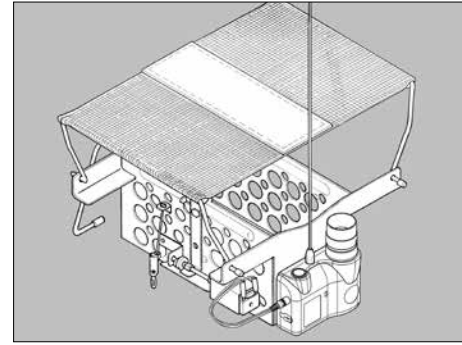

Bild 6. Werfer offen
- 4) Je nachdem, an welche Buchse der Empfänger angeschlossen ist, drücken Sie auf den Auslöseknopf LEFT (links) oder RIGHT (rechts). Der Werfer funktioniert korrekt, wenn das Netz wie auf Bild 6 aufspringt.